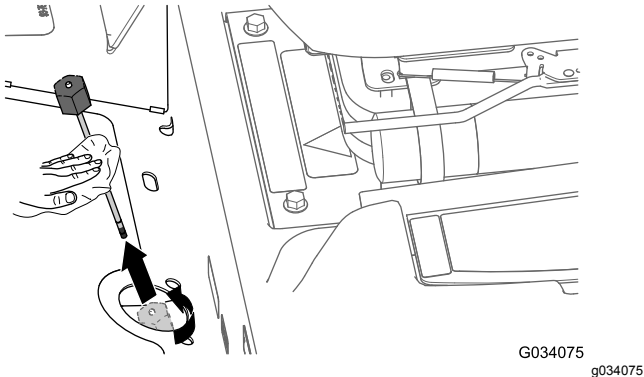

Figura 78
2. Desaperte a tampa da vareta (Figura 78), remova a vareta do tubo de enchimento e limpe-a com um pano limpo.